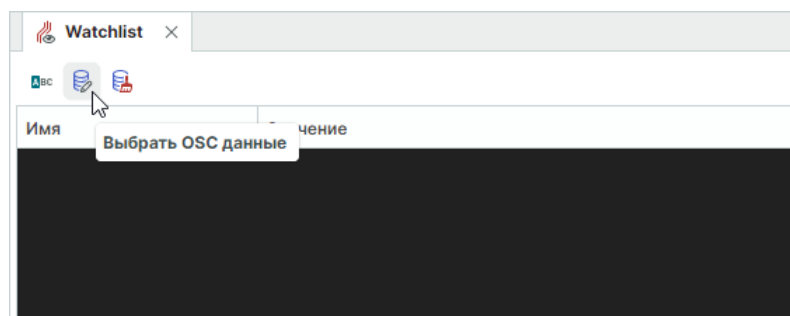

Рис. 47 Расположение кнопки «Выбрать OSC данные»
1. В окне списка наблюдений на панели инструментов нажмите  для выбора данных, см. Рис. 47.